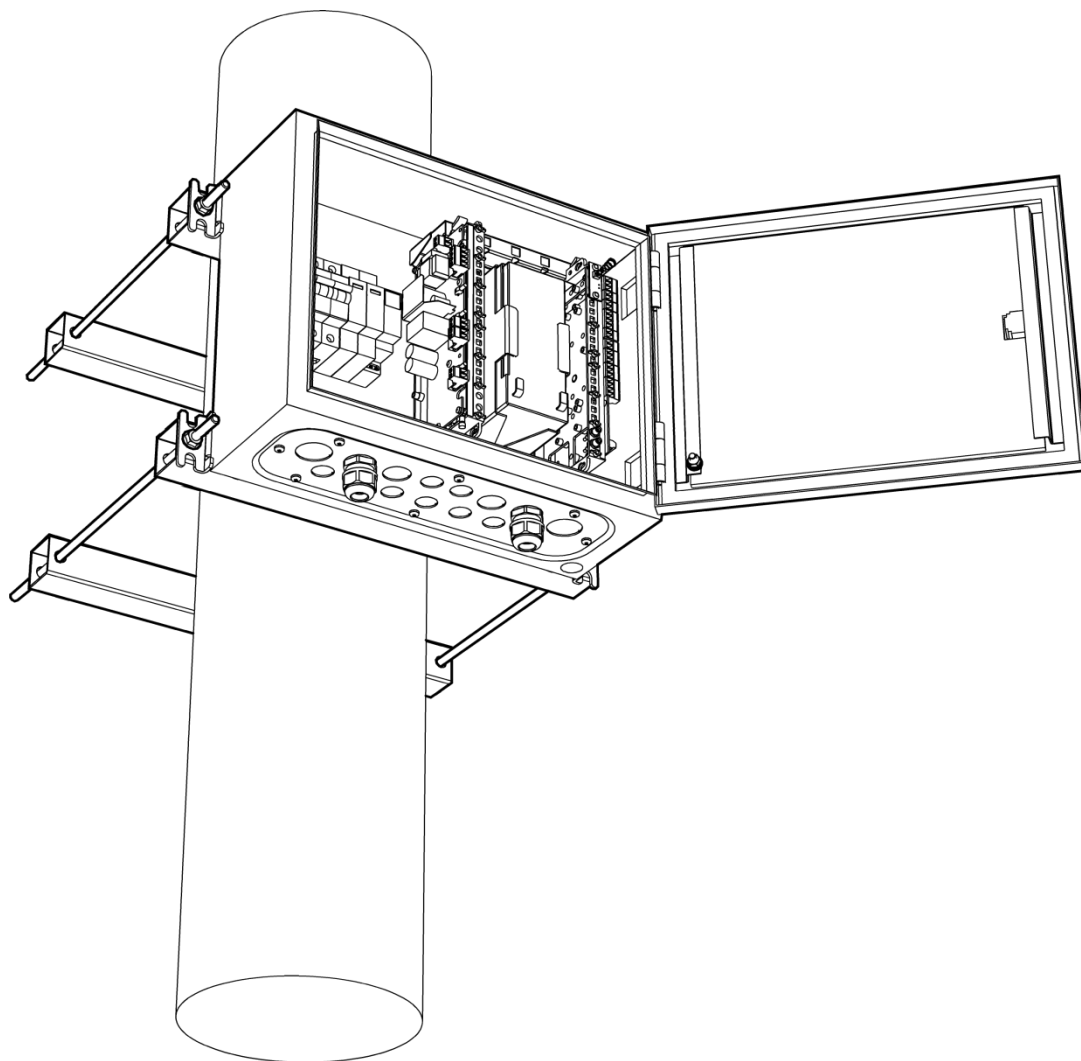

Рис. 6
- Закрепите четырьмя гайками верхний каркас из двух труб и двух шпилек (см. рис.6). Со стороны установки прибора необходимо оставить свободную резьбовую часть шпилек (длиной не менее 40мм).